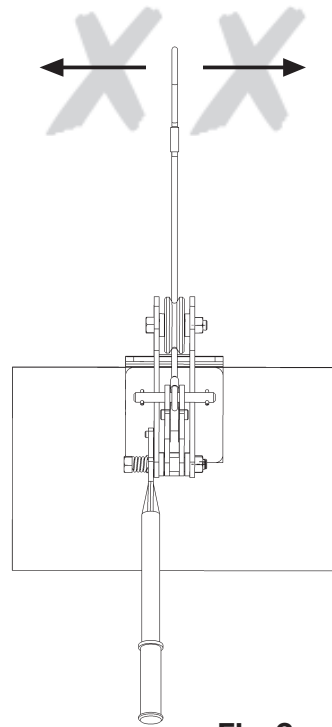

Fig. 3
- Il est interdit de soumettre l'appareil de levage à une force de traction latérale (Fig. 3).